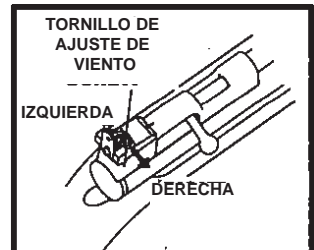

Fig. 6
- Se puede ajustar la mira trasera para tirar a la derecha o izquierda (compensación de viento). Afloje el tornillo de compensación de viento girándolo en sentido contrario al de las manecillas del reloj. Mueva la mira hacia la derecha para que el diábolito golpee más a la derecha en el blanco. Mueva la mira hacia la izquierda para que el diábolito golpee más a la izquierda en el blanco. Luego, apriete el tornillo de ajuste de compensación de viento girándolo en el sentido de las manecillas del reloj. (Fig. 6)